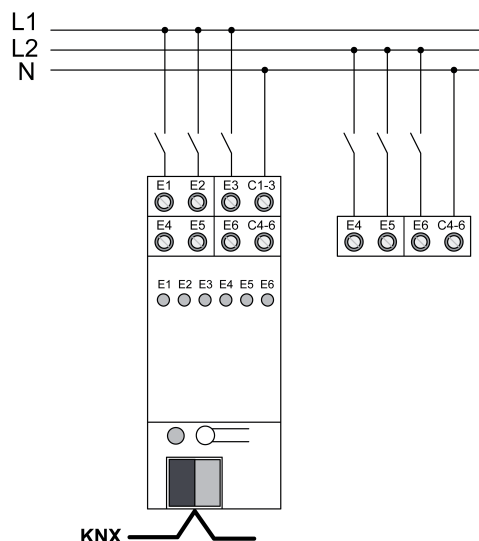

Рисунок 2: Подключение цепей с питанием от сети
- Подключить цепи с питанием от сети, как показано на примере (рисунок 2).
- Подключить цепи FELV как цепи с питанием от сети (рисунок 2).